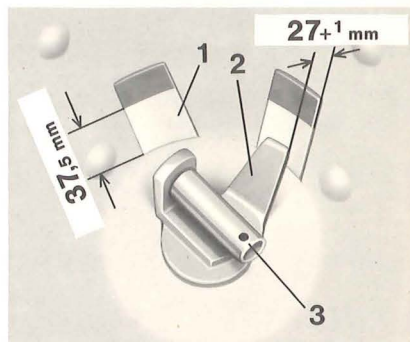

Fig. 8
7. Vérifier la distance entre le doigt d'agitateur (fig. 8) et la paroi de la trémie. Le doigt d'agitateur doit être parallèle à la paroi de la trémie avec un écartement de $27 (+ 1)$ mm (voir fig. 8).
8. Lorsque la machine distribue plus d'engrais d'un côté que de l'autre, cela peut provenir des réglages différents de deux vannes. Pour le vérifier, placer l'axe de butée (fig. 4/2) dans les trous C 3 de la plaque (fig. 4/5) ainsi que de la boîte perforée. Tirer ensuite le levier de commande (fig. 4/1 ou 5/1) vers le bas jusqu'à ce que les glissières arrivent sur l'axe de butée (fig. 4/2) et mesurer la hauteur des orifices de sortie (fig. 8/1) qui doit être **identique** sur les deux orifices, c'est-à-dire de 37,5 mm. Après avoir dévissé les vis de fixation (fig. 4/3), placer la plaque perforée (fig. 4/5) de façon à ce que les hauteurs des orifices de deux vannes soient égales et resserrer les vis de fixation.
3. Après avoir monté la tête d'agitateur, veiller à ce que la distance entre le doigt d'agitateur — mesurée du bord du tranchant soudé — et la paroi de la trémie ne dépasse pas $27 (+ 1)$ mm (voir fig. 8); la régler le cas échéant. En plus, la tête d'agitateur ne doit pas frotter le fond de la trémie. Si c'est le cas, pousser le fond de la trémie un peu vers le bas.